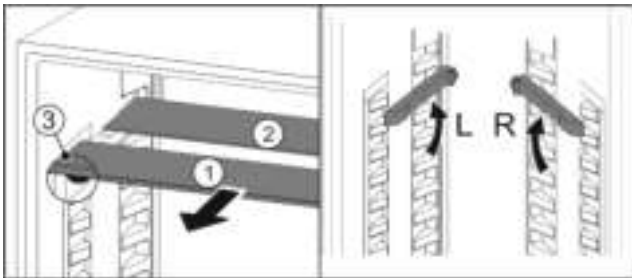

Fig. 20
- ▶ Glasplaten afzonderlijk vanaf de voorkant eruit trekken Fig. 20 (1).
- ▷ Glasplaat Fig. 20 (1) met de uittrekaanslagen bevindt zich aan de voorkant.
- ▷ Aanslagen zijn naar onder gericht Fig. 20 (3). Apparaten met vriesvak:\*